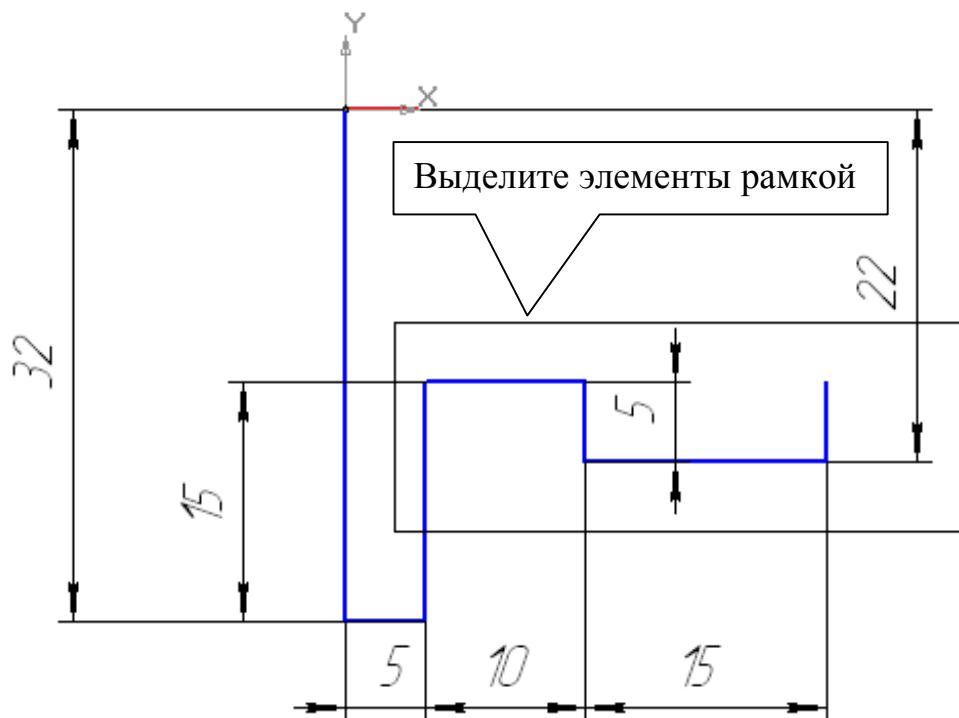

Рис. 109
1.1. На плоскости XY создайте эскиз, рис. 109.